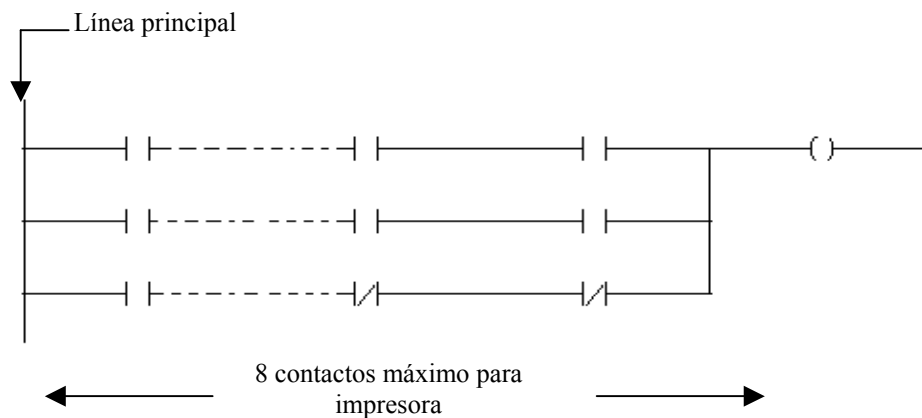

Figura 51. Contactos máximos posibles para copia por impresora.
c) El numero de contactos que se pueden colocar en un bloque, desde el comienzo de la línea principal hasta la salida OUT, es ilimitado. La única limitación práctica que se puede encontrar es la anchura del papel cuando se quiera sacar el programa por impresora; en este caso, el numero máximo de contactos en serie es de ocho, tal y como aparece en la figura 51.